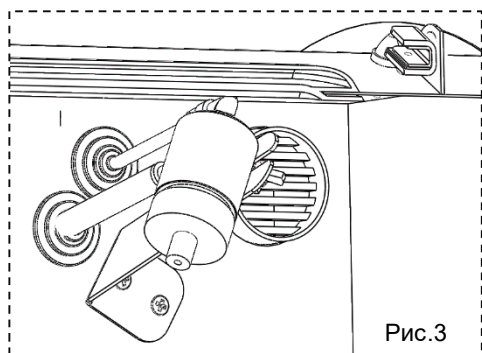

Рис.3
- на кронштейн установить и закрепить проектор КЦС, обе трубки пропустить через соответствующие заглушки на задней стенке АСОЗ, рис.3;